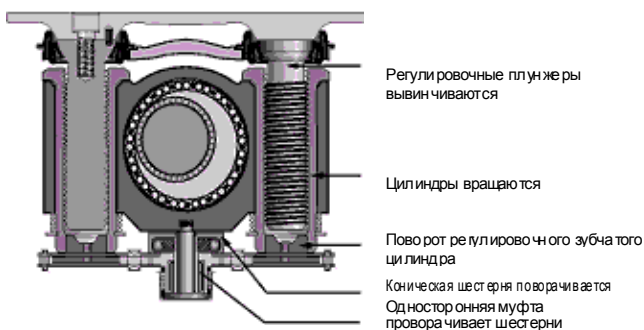

РИС. 9
- Перед контактом тормозных колодок с ротором, регулировочные втулки проворачиваются группой шестерней. Вращение втулок приводит к вывинчиванию регулировочного поршня внутри втулок, что увеличивает эффективную длину поршней и уменьшает рабочий ход (рис. 9).